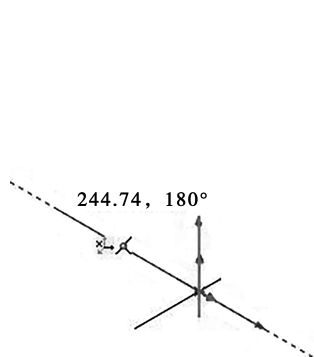

图 1-3-4 沿 X 轴绘制直线
(2)在 XY 基准面上从原点开始沿 X 轴绘制一条长约 240 mm 的线段(见图 1-3-4)。